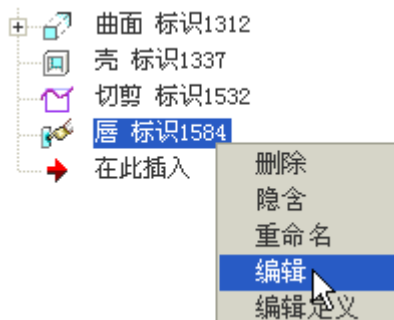

图 43-5
- (1) 在模型树中, 右击唇特征“唇标识 1584”, 单击右键菜单中的【编辑】选项, 如图 43-5 所示。